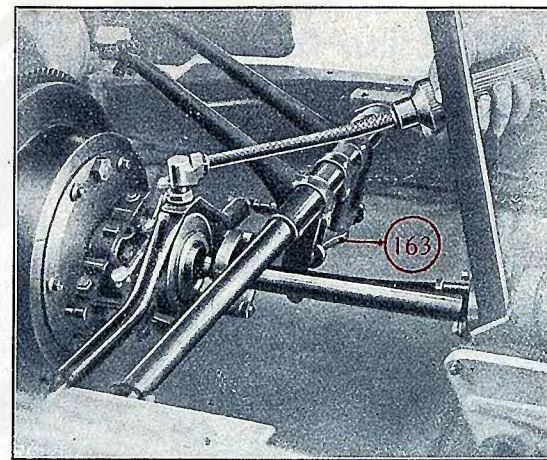

FIG. 15
La figure 15 représente le graissage de la butée à billes qu'il faut effectuer fréquemment si on fait beaucoup de ville ce qui entraîne à débrayer souvent.
des axes solidaires au châssis, tandis que celui du haut est monté sur un axe à l'extrémité du levier (162). Si on appuie sur la pédale de frein on agit sur le levier (162) qui monte dans le sens de la flèche; il se produit une traction, sur le câble, qui se répartit également sur les roues avant et arrière du côté gauche, les deux étant solidaires du même câble. Si on se reporte à la figure 15, on remarque un palonnier compensateur (163) qui a pour action d'équilibrer une traction égale à la précédente sur le câble qui relie les roues avant et arrière du côté droit, reliées ensemble de la même façon qu'il a été décrit plus haut.